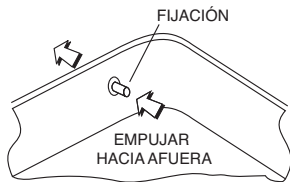

Figura 6
- (ii) Retire la fijación que se muestra en la Figura 6. Colóquelo en la esquina de una mesa y empuje hacia abajo (nota: cubra la unidad con un paño para evitar que la fijación vuelva hacia arriba). Esto debería dejar un agujero circular.